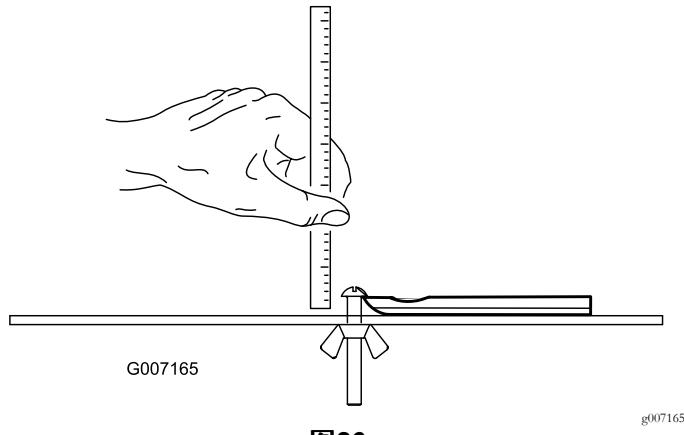

图26
**注意** 请参看底刀底部了解所有底刀维修限值衡量参数 图26。